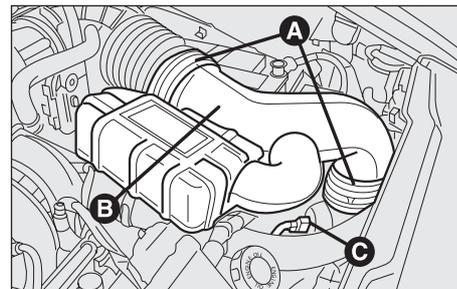

fig. 10
- allentare le fascette (**A-fig. 10**), scollegare la connessione elettrica del misuratore portata aria (**C**) e rimuovere il manicotto (**B**).